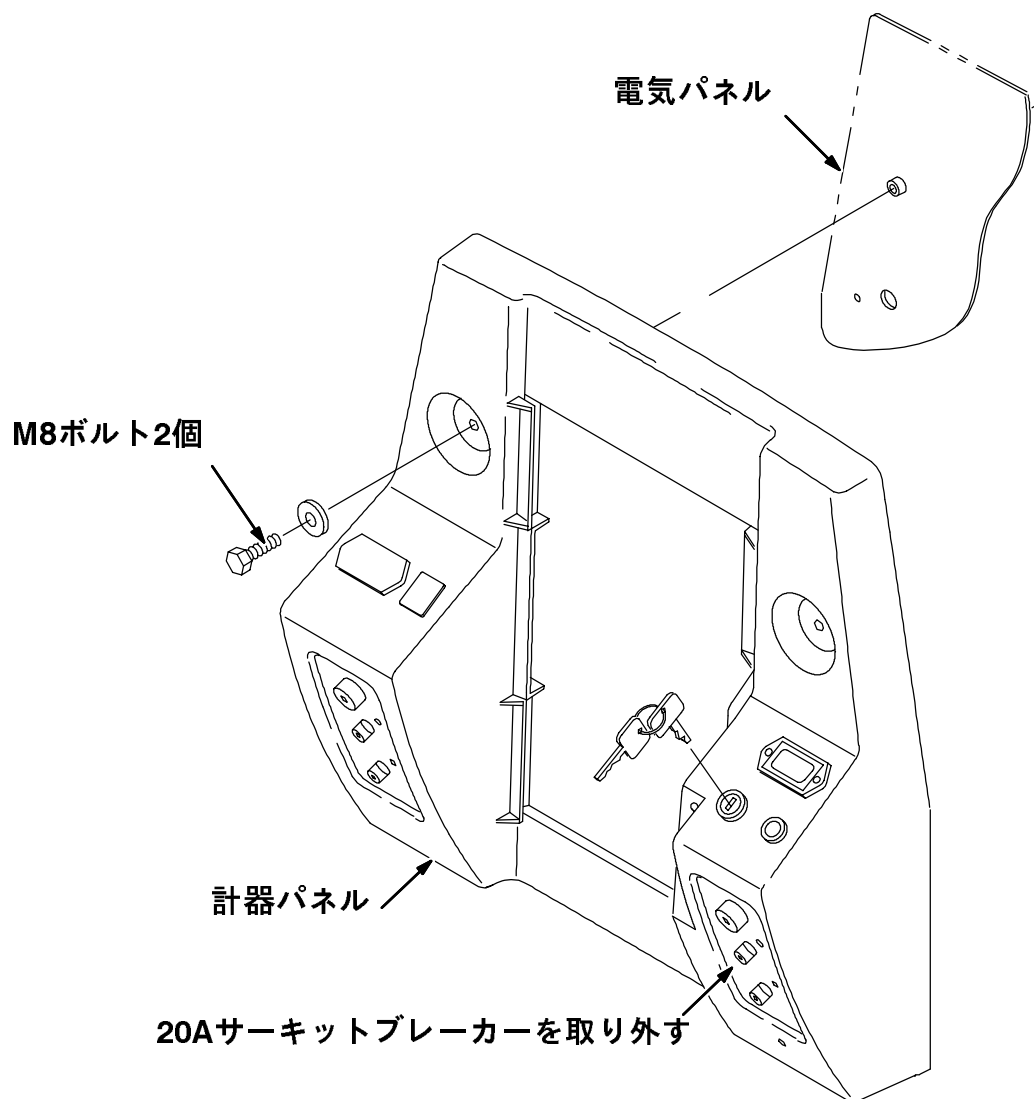

図2 - 計器パネルアセンブリー
(図2及び図3参照)
3. デュアルバキュームファン取付プレートガスケット (6) を取付プレート (5) に取付ける。
4. 3個の六角ボルト (2) でデュアルバキュームファンアセンブリーを洗浄液タンクの下に取付ける。
6. 計器パネルの上部を電気パネルに固定している2個のM8六角ボルトを外す。(図2参照)
11. ブルーのワイヤー #70と茶色のワイヤー #71Aを新しい40Aサーキットブレーカー (3) に接続する。本キットには、2種類のサーキットブレーカーが含まれています。取り外す旧型20Aサーキットブレーカーと類似な設計の40Aサーキットブレーカーを本キットから選択します。新型サーキットブレーカーでは、タブアダプター端子をサーキットブレーカーねじ締め端子に固定する必要があります。
12. 新しい40Aサーキットブレーカー (3) を計器パネルにセットし2個のなべ頭ねじで取付ける。
13. 計器パネルを電気パネルに戻す。2個のM8六角ボルトを取り付け締め付ける。(図2参照)